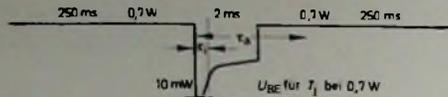

Bild 3. Impulsverlauf des Emittierstromes von T1
2. Man heizt den Transistor mit einer bestimmten, möglichst großen Leistung auf und mißt dann kurzzeitig (indem pulsförmig der Kollektorstrom reduziert wird) U_{BE} mit den gleichen Bedingungen wie bei der Aufnahme der $U_{BE} = f(T_j)$ -Kennlinien (Bild 2). Der Oszillograf für die Messungen muß entweder eine definierte (konstante) Nullpunktunterdrückung haben (Tektronix mit Einschub Typ „W“), oder der Nullpunkt muß mit einer von außen einzuspeisenden Gleichspannung, deren Wert bekannt ist, unterdrückt werden. Gemessen wird die niedrigste Spannung (Spitze). Die innere Wärmezeitkonstante τ_i kann dabei ebenfalls bestimmt werden (Bild 3). Das Verhältnis der Belastungszeit zur Meßzeit soll möglichst größer als 100 gewählt werden (DIN 4/29). Das ist besonders wichtig, wenn der Transistor mit Kühlkörper gemessen wird, weil dadurch die äußere Wärmezeitkonstante τ_e